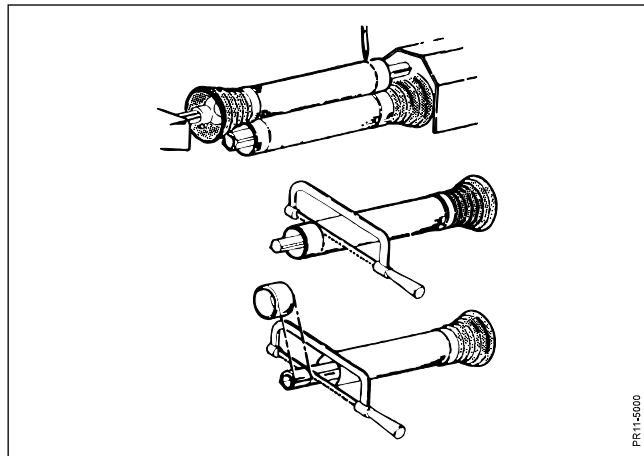

Fig. 2-4
- Fig. 2-4** Die Gelenkwellenhälften an PTO bzw. PIC befestigen, wenn diese in der selben waagerechten Ebene sind und gerade einander gegenüber liegen (bei dieser Maschine der kürzeste Abstand). Die Wellenenden parallel nebeneinander halten und die 30 mm (minimum) markieren. Alle 4 Rohre gleich lang kürzen. Die Enden der Profilrohre mit Minimum Radius 2 mm abrunden, sorgfältig entgraten und innen reinigen.